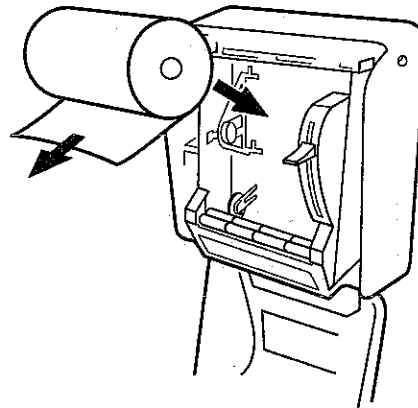

Figure 6
1. Une fois la porte ouverte, déposez un (1) rouleau de produit HRT dans le sens indiqué à la Figure 6.